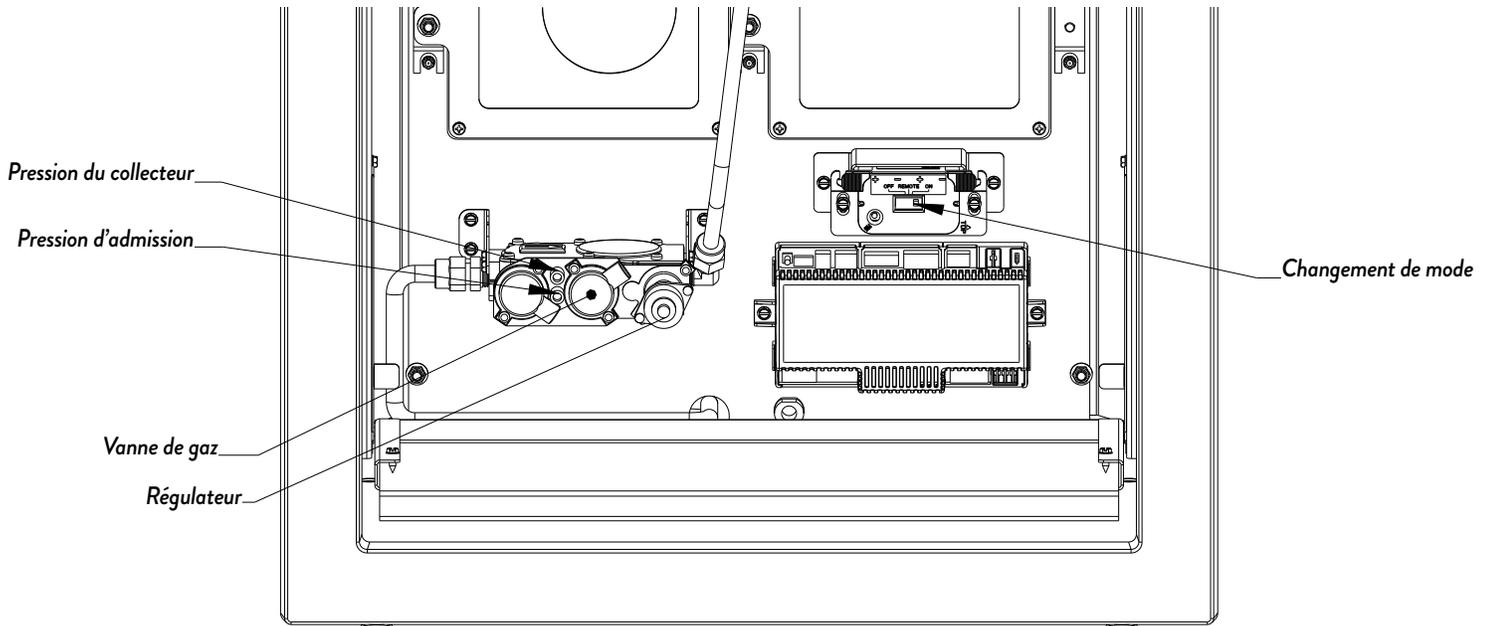

Figure 15.1. Compartiment des commandes GF 520 DV IPI .
1. Réglez le commutateur de mode sur **OFF (ARRÊT)**. Voir la figure 15.1.
1. Appuyez sur la porte d'accès aux commandes pour libérer son loquet magnétique et faites pivoter le panneau vers le bas. Basculer le mode sur la **TÉLÉCOMMANDE**. Voir la figure 15.1.